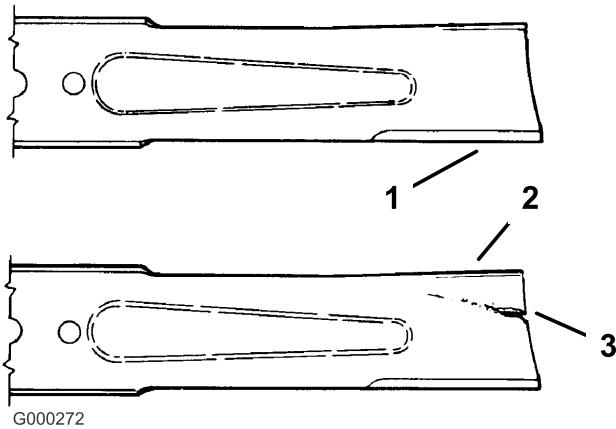

Figure 57
1. Examinez le tranchant des lames (Figure 57). Si les lames ne sont pas tranchantes ou si elles présentent des indentations, déposez-les et aiguisez-les (voir Aiguisage des lames).
2. Inspectez les lames, surtout la partie incurvée (Figure 57). Remplacez immédiatement toute lame usée, endommagée ou qui présente une entaille (repère 3 de la Figure 57).